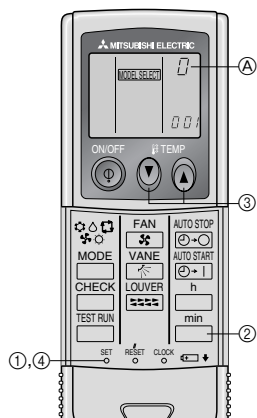

Fig. 6-7
4) Tilldela en fjärrkontroll till varje enhet (Fig. 6-7)